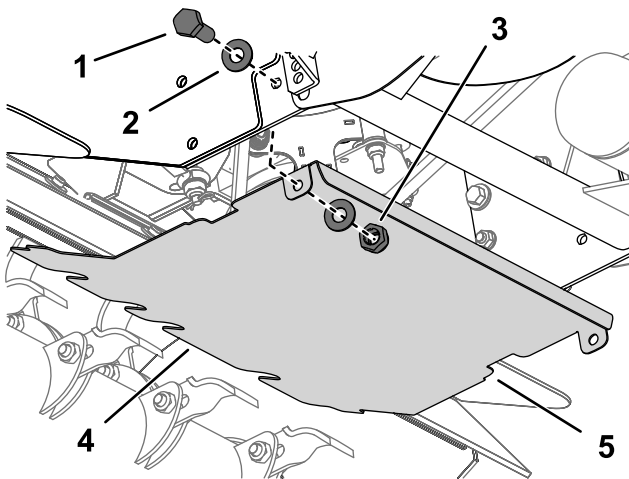

Figure 7
1. Placez les 3 pattes de protection sur le bord avant de la tôle de protection pour empêcher les vibrations (Figure 7).
- A. Retirez l'écrou, le boulon et les rondelles centraux de la fixation centrale sur le plateau (Figure 7).
- B. Fixez le déflecteur au groupe de déplacement à l'aide de 2 boulons (M8 x 25 mm), 4 rondelles (M8-17) et 2 contre-écrous (M8) dans le trou inférieur du bâti du moteur (Figure 7).
- C. Fixez l'avant du déflecteur au plateau à l'aide du boulon, de la rondelle et de l'écrou centraux retirés précédemment (Figure 7).